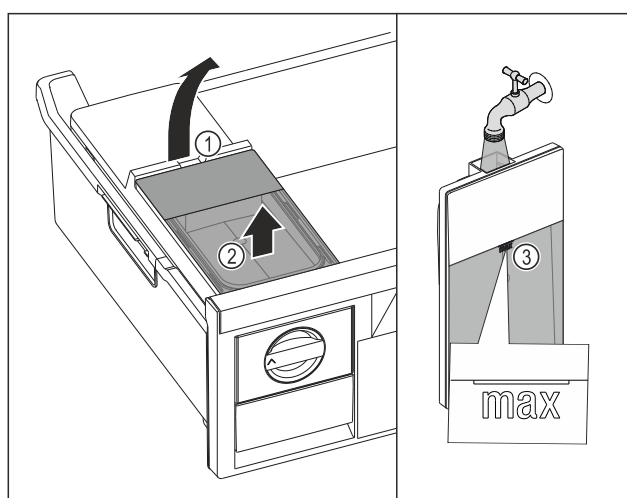

Fig. 96
- ▶ Nádržku na vodu nadvihnite za vybranie Fig. 96 (1).
- ▶ Nádržku na vodu odoberte nahor. Fig. 96 (2)
- ▶ Nádržku na vodu naplňte pitnou vodou po značku Fig. 96 (3).